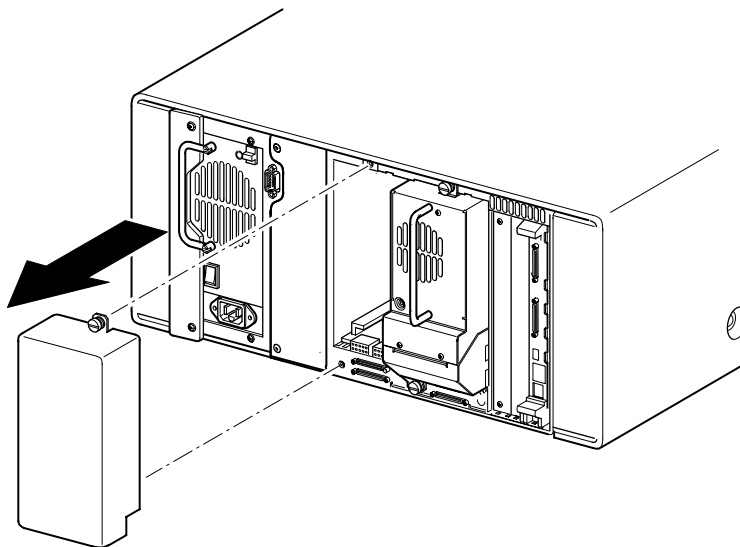

Figura D-1. Extracción del panel de protección de la bandeja de montaje de una unidad de cinta (modelo MSL5026)
2. Quite el panel de protección que cubre la bandeja de montaje de la unidad de cinta que se desea instalar (consulte Figura D-1). Guarde el panel de protección para usos posteriores.